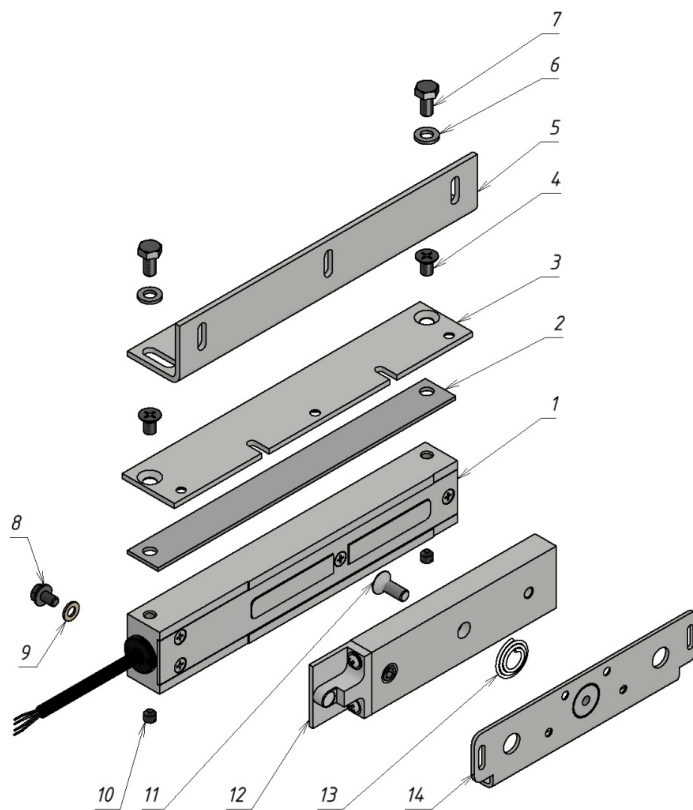
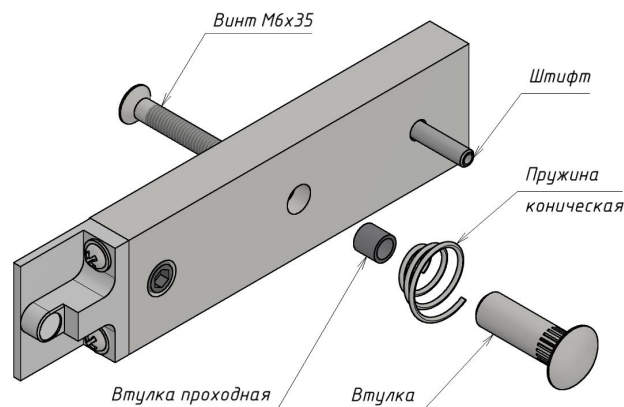

Рисунок 1 – Комплект поставки
Рисунок 2 - Комплект крепления якоря
4.1 В комплект поставки замка входят (рисунок 1):
- корпус (1).....	1 шт.
- планка (2).....	1 шт.
- пластина монтажная (3).....	1 шт.
- винт М6х10 потайн. (4).....	2 шт.
- угольник (5).....	1 шт.
- шайба 6 (6).....	2 шт.
- болт М6х12 (7).....	2 шт.
- винт заземления М5х8 (8).....	1 шт.
- шайба 5 (латунь) (9).....	2 шт.
- винт-заглушка М6х6 (10).....	2 шт.
- винт М6х16 (потайн.) под ключ S4 (11).....	1 шт.
- якорь (12).....	1 шт.
- пружина коническая (13) (из комплекта крепления якоря).....	1 шт.
- пластина крепления якоря (14).....	1 шт.
- комплект крепления якоря (рисунок 2).....	1 шт.
Замок состоит из корпусной части и якорной части (рисунок 1). Для обеспечения эксплуатационных характеристик рабочие поверхности корпуса и якоря должны быть совмещены и плотно прилегать друг к другу при закрывании двери.
Корпус замка может крепиться при помощи угольника (5) или через монтажную пластину (3) (рисунок 1). Если позволяет конструкция места монтажа, допускается крепление непосредственно через крепежные отверстия в корпусе замка (резьба М6), длина винтов в этом случае определяется по месту, при этом в тело корпуса винты должны входить не более чем на 8мм.
- с помощью комплекта крепления якоря с отверстиями в двери для винта крепления якоря и фиксирующего штифта (рисунок 2);
- без отверстий в двери, с помощью монтажной пластины крепления якоря (12) (рисунок 1).